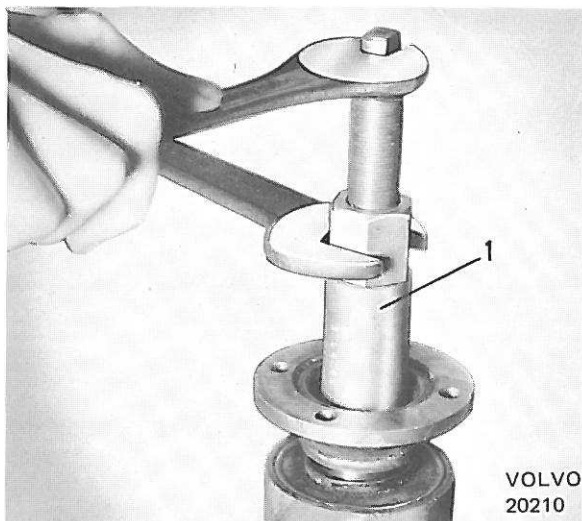

Figure 10. Remontage du flasque d'accouplement
4. A l'aide de l'outil-presse SVO 1845, exercer une pression sur le flasque, figure 10. Remettre la rondelle et l'écrou. Serrer l'écrou au couple de 28 à 30 m.kg.